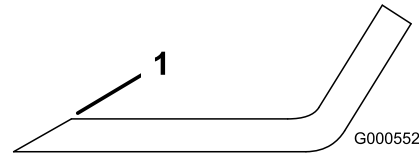
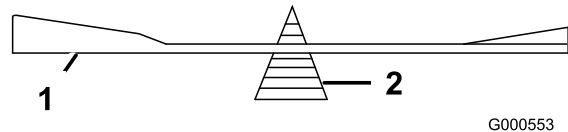

Figure 41
Figure 42
1. Au moyen d'une lime, aiguisiez les tranchants aux deux extrémités de la lame (Figure 41). Veillez à conserver l'angle de coupe d'origine.
2. Vérifiez l'équilibre de la lame en la plaçant sur un équilibreur (Figure 42). Si la lame reste horizontale, elle est équilibrée et peut être utilisée. Si la lame est déséquilibrée, limez un peu l'extrémité de la partie incurvée seulement (Figure 41). Répétez la procédure jusqu'à ce que la lame soit équilibrée.